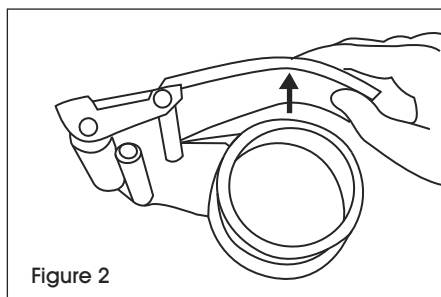

Figure 2
2. Push hand brake up. (See Figure 2)
2. Poussez le frein manuel vers le haut. (Voir Figure 2)